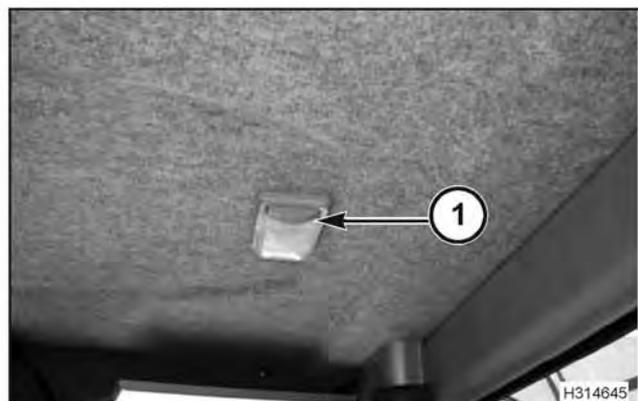

FIG. 29
FIG. 29: La luz (1) está ubicada sobre el asiento del operador en el techo de la cabina. La luz posee un interruptor de encendido / apagado. La misma puede ser operada en todo momento.